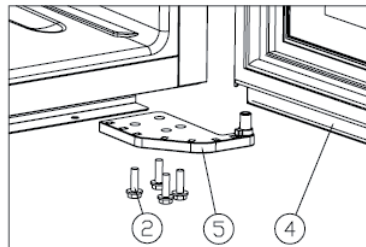

Figure 2
3. Desserrez les vis M5 x 16 (2) et retirez la charnière de la porte inférieure droite (5) (voir figure 2).